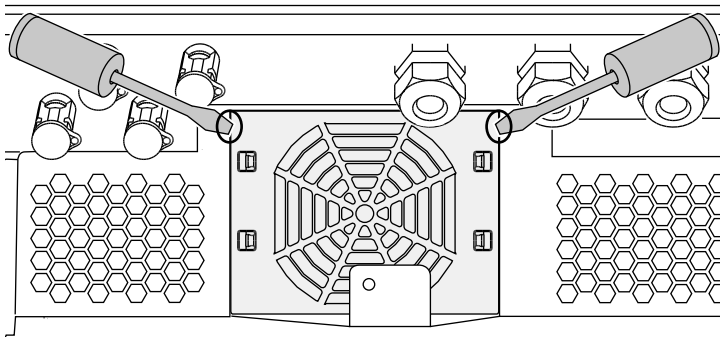

Abb. 62: Lüftergitter lösen
2. Lüfter ausbauen. Dazu am Rand des Lüftergitters einen Schraubendreher ansetzen und leichten Druck auf das Lüftergitter ausüben. ➡ Abb. 62